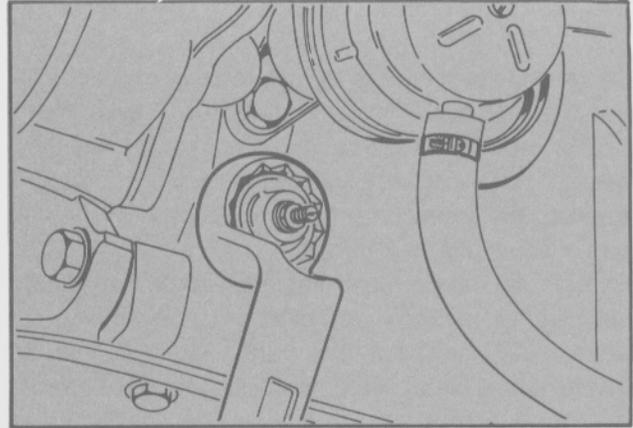

Fig. 7 - Desmontaje del interruptor de presión de aceite
- Desconectar el cable del interruptor de presión de aceite y desmontar el interruptor (Fig. 7).